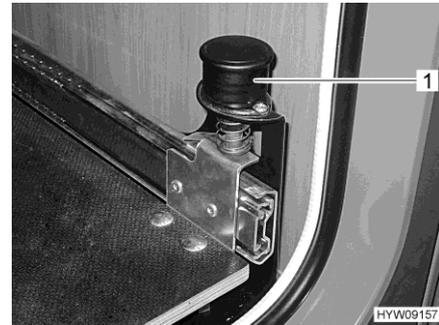

Fig. 92 Pomo con bloqueo
- Tirar el pomo (Fig. 92,1) hacia arriba. El dispositivo de extracción de caja para bombonas de gas está desbloqueado.